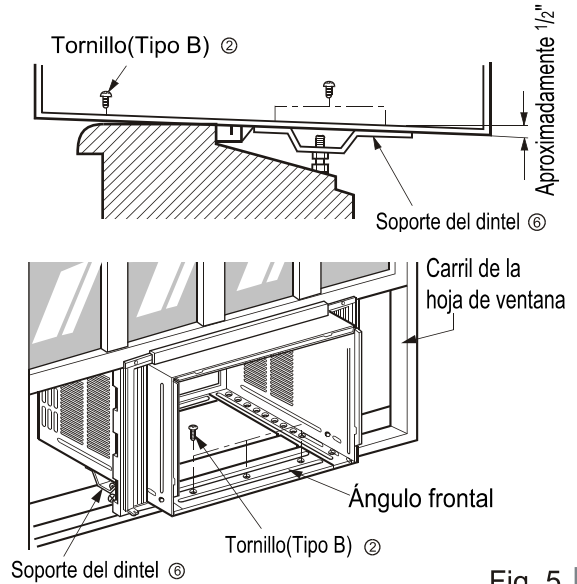

Fig. 5
5. Introduzca las guías de los marcos ① en la parte inferior de la carcasa con la parte delantera de la guía del marco enfocado hacia la parte delantera de la carcasa. FIG.5
6. Inserte el marco de la cortina en la guía superior las guías del marco FIG.5
6. El gabinete debe ser instalado con una ligera inclinación (aproximadamente 1/2") de modo que el lado externo quede hacia abajo (ver Fig. 5) Ajuste el perno y la tuerca del soporte al dintel ⑥ para equilibrar el gabinete.
7. Agregue el gabinete al asiento de la ventana colocando los tornillos ② (Tipo B : Largo 16mm 5/8 - pulgadas - abajo.) a través del ángulo frontal en el asiento de la ventana.
8. Tire cada marco de la cortina ⑤ completamente para cada carril de hoja de ventana y repita el paso 2.
9. Agregue cada marco de la cortina ⑤ de la hoja de la ventana usando tornillos ③ (Tipo C)